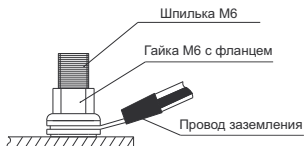

Рисунок 12 – Монтаж заземления к шпильке
4.5 По завершении подготовки шкафа к эксплуатации произведите монтаж контура заземления. Для крепления проводов к шпилькам заземления используйте гайки М6 (с фланцем) (рисунок 12).